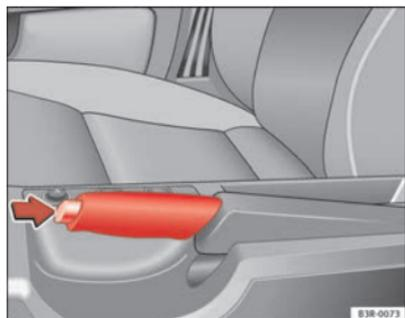

Fig. 138 Dettaglio della console centrale: Freno a mano tirato
- Tirare la leva leggermente verso l'alto e premere contemporaneamente il pulsante ⇒ fig. 138 -freccia-.